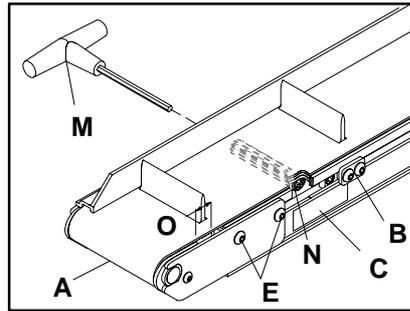
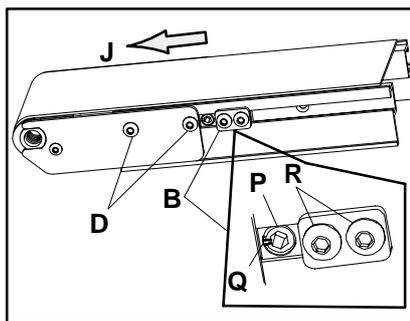

Abbildung 10
Abbildung 11
Machen Sie die Spannvorrichtung (A in Abbildung 10) des Gurtförderers, die mit einem Aufkleber (C) gekennzeichnet ist, ausfindig.
Richten Sie den Spurführungsnocken an der Führungsstange aus, und vergewissern Sie sich dabei, daß sich die Nut in der richtigen Position befindet (siehe Abbildung 11 auf Seite 7). Lesen Sie sich die Informationen im Abschnitt "Vorläufige Prüfung der Spurführung des Fördergurtes" durch, (Seite 7) bevor Sie den Gurtförderer in Betrieb nehmen.
Prüfen Sie an beiden Seiten des Gurtförderers, ob der Fördergurt korrekt läuft. Das Fördergurt sollte sich mittig zwischen den hinteren Platten an beiden Seiten des Gurtförderers bewegen. Die Spurführung sollte immer zuerst an der Abwurfseite des Gurtförderers eingestellt werden, die durch die Richtung des Spurführungspfeils dargestellt wird (J in Abbildung 11). Prüfen Sie die Spurführung anschließend an der gegenüberliegenden Seite (Zulauf) des Gurtförderers, und korrigieren Sie sie gegebenenfalls.
Schieben Sie die beiden Spurführungsnocken (B in Abbildung 11) des Fördergurtes so weit wie möglich in Richtung des Endes des Gurtförderers.
Der Spurführungsnocken (P in Abbildung 11) muß an der Kontaktstelle auf den niedrigsten Punkt eingestellt werden (siehe Abbildung). Der Schlitz (Q), im Spurführungsnocken des Fördergurtes zeigt den tiefsten Punkt an und sollte zum Ende des Gurtförderers zeigen.
Die beiden Schrauben (D in Abbildung 11) der hinteren Deckplatte dürfen auf der Seite des Gurtförderers, auf die sich der Fördergurt zubewegt, nur gelockert werden.
Benutzen Sie den 5 mm Sechskantschlüssel (M in Abbildung 10), um den Spurführungsnocken (P in Abbildung 11) des Fördergurtes bei laufendem Gurtförderer langsam zu drehen. Drehen Sie den Mitnehmer in kleinen Schritten in jede Richtung, um den Fördergurt von den Seiten des Gurtförderers fortzubewegen, bis der Fördergurt mittig auf dem Gurtförderer läuft. Lassen Sie den Fördergurt zwischen den einzelnen Einstellungen immer ein paar Umdrehungen laufen.